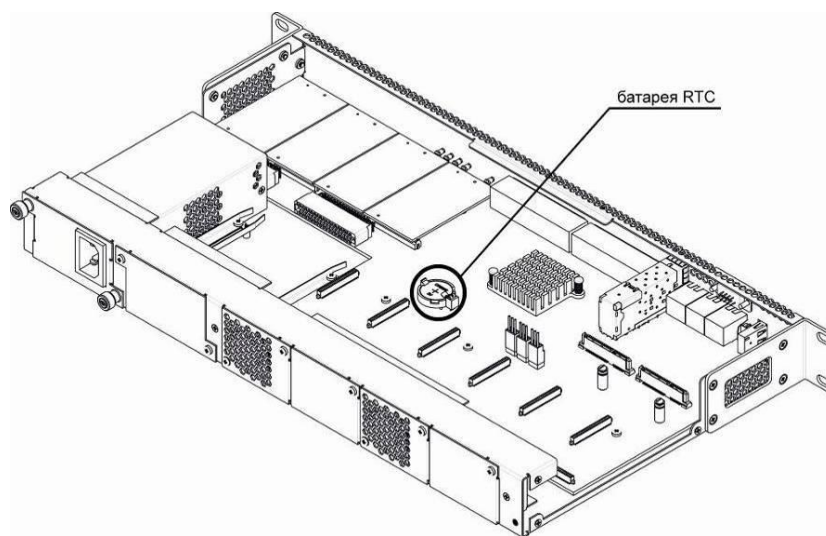
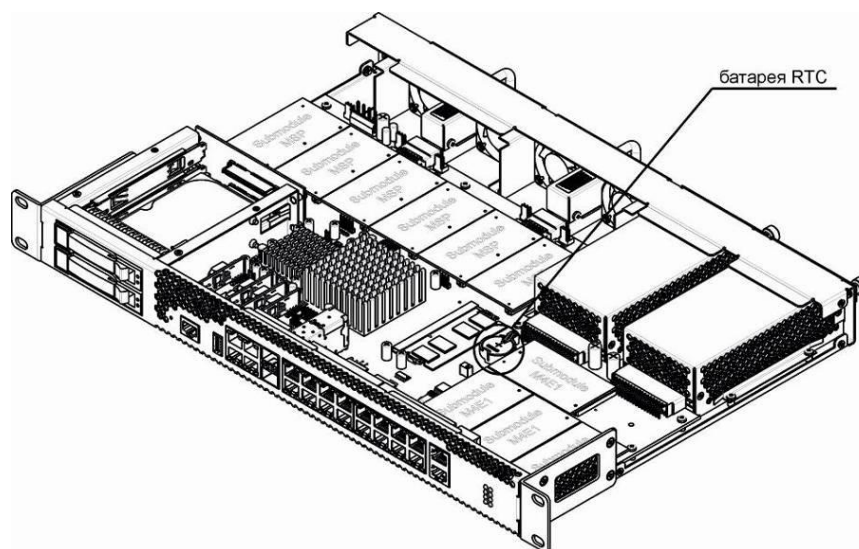

Рисунок 27 – Положение батареи RTC для SMG-1016M
Рисунок 28 – Положение батареи RTC для SMG-2016
5. Извлечь отработавшую батарейку (Рисунок 27, Рисунок 28) и в аналогичной позиции установить новую.